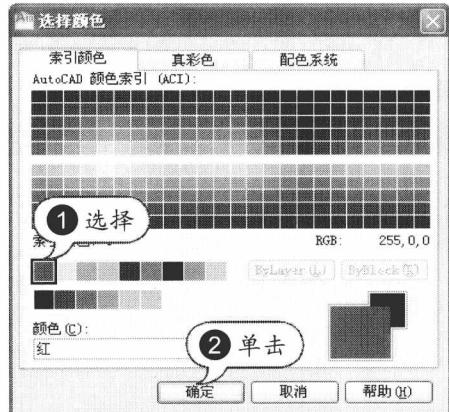

图 1-38 指定颜色
**STEP 05** 指定颜色。在“选择颜色”对话框中指定图层的颜色，然后单击“确定”按钮，如图 1-38 所示。